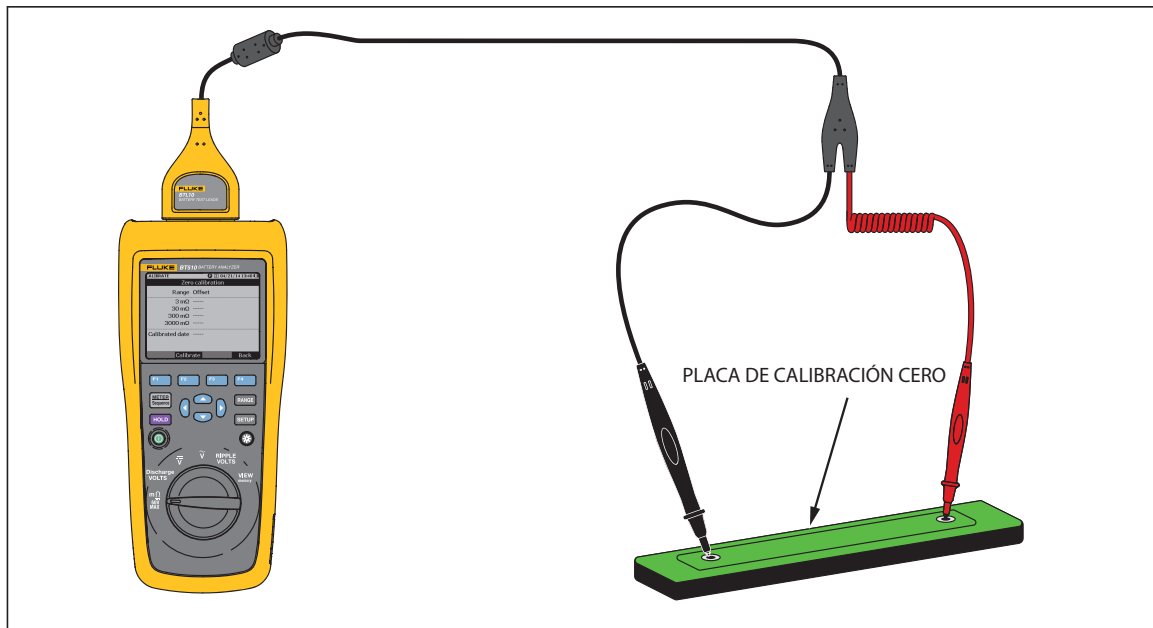

Figura 6-4. Configuración de la calibración a cero
1. Ubique la placa de calibración a cero sobre una superficie plana horizontal. Consulte la Figura 6-4.